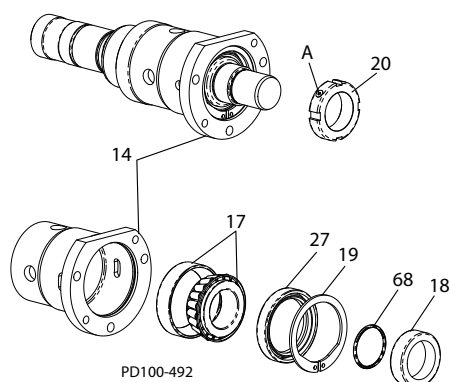

Рисунок 42 - Снимите подшипники
1. Ослабьте блокировочный стопорный винт(ы) (Рисунок 42, пункт А) в регулировочной гайке подшипника (позиция 20) и снимите регулировочные гайки подшипника.